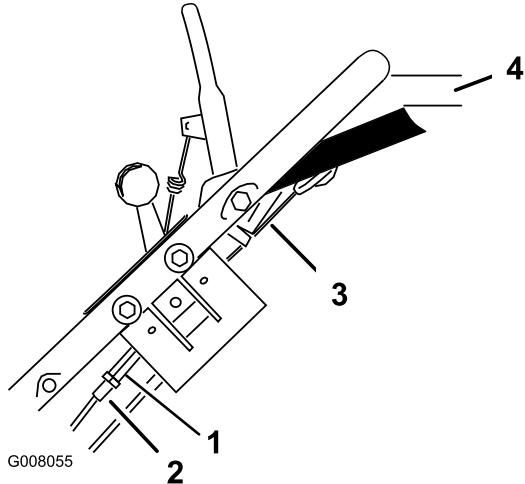

Bild 25
1. Lösen Sie die Mutter, mit der der Einsteller befestigt ist (Bild 25).
2. Drehen Sie den Einsteller, bis der freigelegte Zug kein Spiel mehr hat (Bild 25).